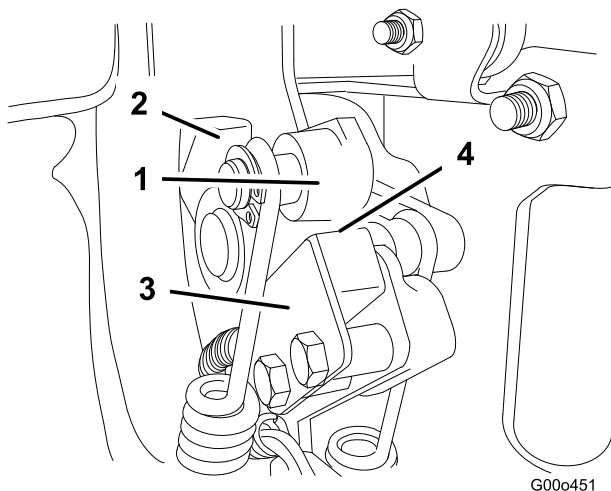

Figura 26
2. Engrane la palanca de tracción hasta que entre en contacto con el tope de punto muerto (Figura 26).
- Afije las fijaciones del interruptor de seguridad (Figura 26).
- Coloque un suplemento de 0,8 mm de grosor entre la palanca de tracción y el interruptor de seguridad (Figura 26).